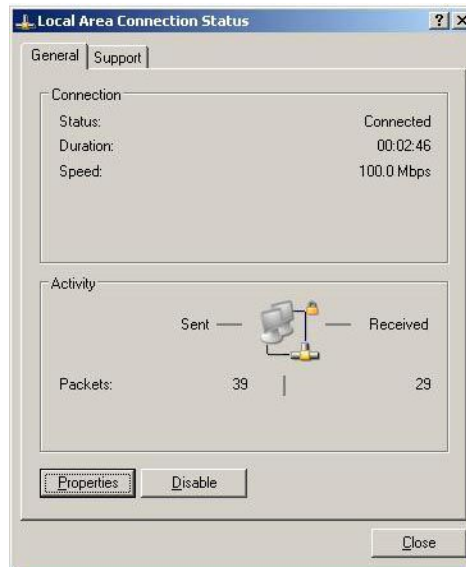

Bild 1
- ▶ Zur Auswahl der Funktion „Internetprotokoll“ (Bild 1) auf die Option „Eigenschaften“ klicken.